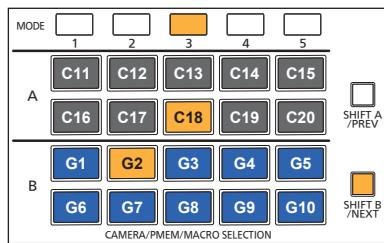

図4
4. G2プリセットメモリーグループを選択し、手を離したときにプリセットメモリーグループが確定します。(図4)